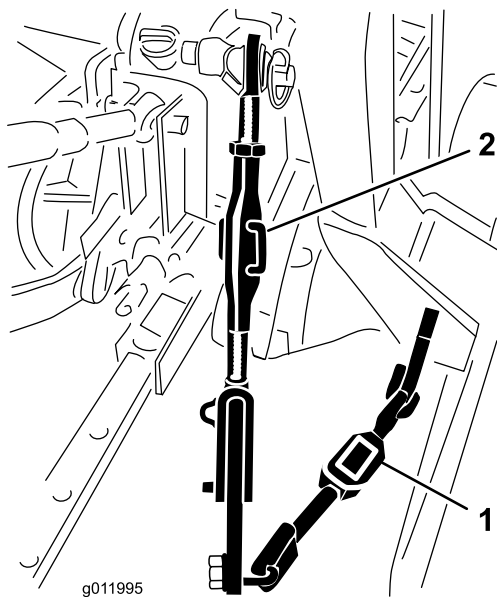

Figura 7
1. Spostate gli attacchi inferiori verso l'interno fino al loro contatto con le piastre di montaggio del soffiatore (Figura 7).
2. Ruotate l'apposito dispositivo di regolazione (se presente), sollevando o abbassando il braccio d'attacco fino a livellare il soffiatore da un lato all'altro (Figura 7).